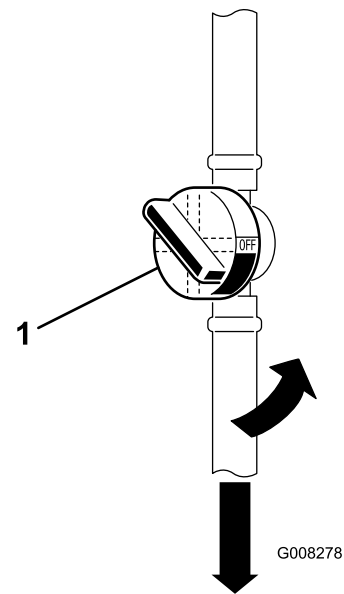

Bild 30
7. Drücken Sie die Enden der Schlauchklemmen zusammen und schieben diese weg vom Kraftstofffilter (Bild 30).
6. Schließen Sie den Kraftstoffhahn (Bild 30).